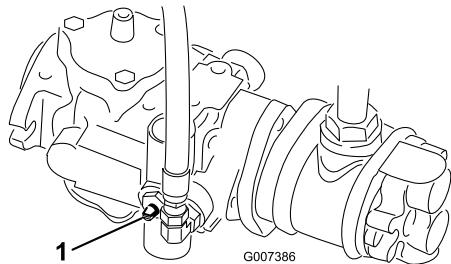

図 35
1. 油圧ポンプについているバイパスバルブ（図 35）の溝が「縦」になるようにバルブを回転させる。
2. エンジンを始動する時には、必ずバイパスバルブ（図 35）を閉じる（溝が横向きになる）。バルブを開けたままでエンジンを掛けないこと。